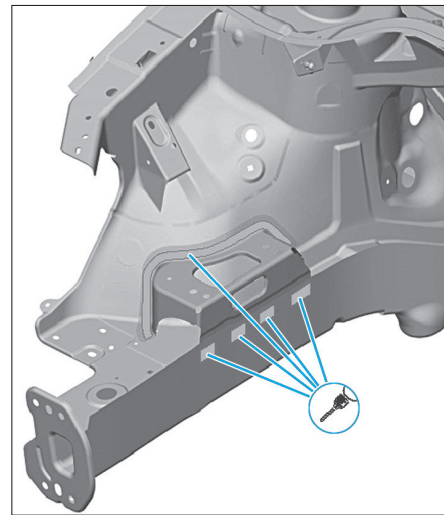

FIG. 3
- Fraiser les points de soudure de l'insert de support moteur droit (Fig.3).